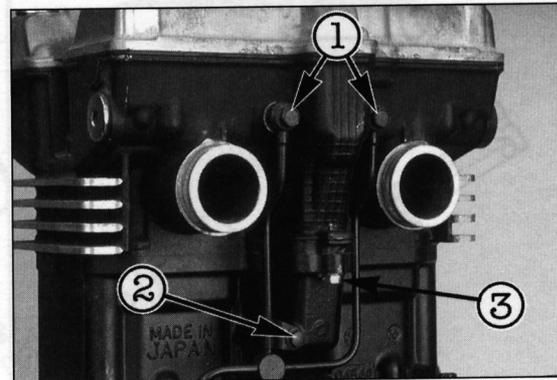
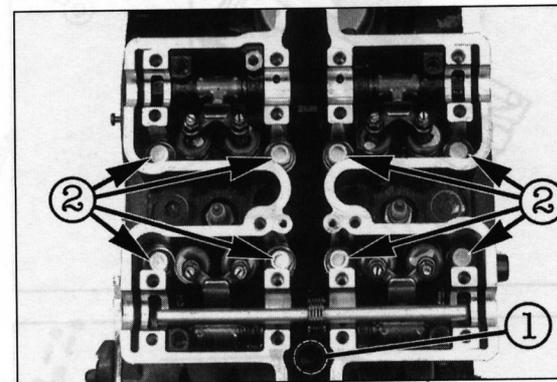

Bild 179
Bild 180
- Hohlschrauben ① Bild 179 und Befestigungsschrauben ② der Hauptölleitung ausdrehen.
- Hintere 6 mm-Zylinderkopfschraube ③ ausdrehen.
- Vordere 6 mm-Zylinderkopfschraube ausdrehen, dann acht 10 mm-Zylinderkopfschrauben (Bild 180) entgegen der in Bild 192 angegebenen Reihenfolge schrittweise jeweils um 1/4 Umdrehung lockern, dann ganz ausdrehen. Unterslegscheiben abnehmen.